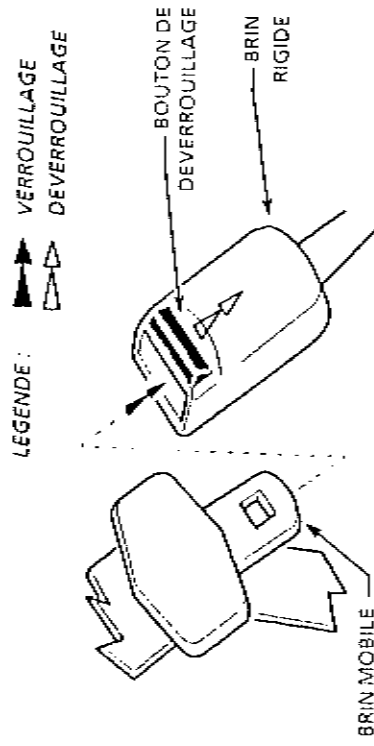

Figure 7.10 - CEINTURE AVANT (à brin rigide)
- Ceintures avant (à brin rigide) (Voir Figure 7.10)